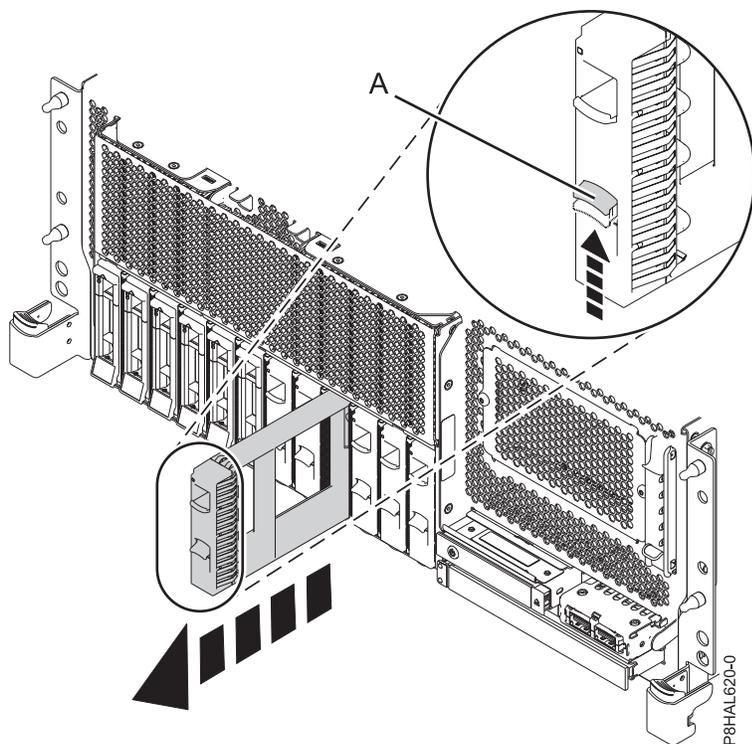

Abbildung 20. Plattenlaufwerk-Platzhalterelement ausbauen - Einschubsystem mit Basisfunktionen
- a. Schieben Sie die Sperre (**A**) am Griff des Platzhalterelements in die in Abb. 20 auf Seite 27 gezeigte Richtung.